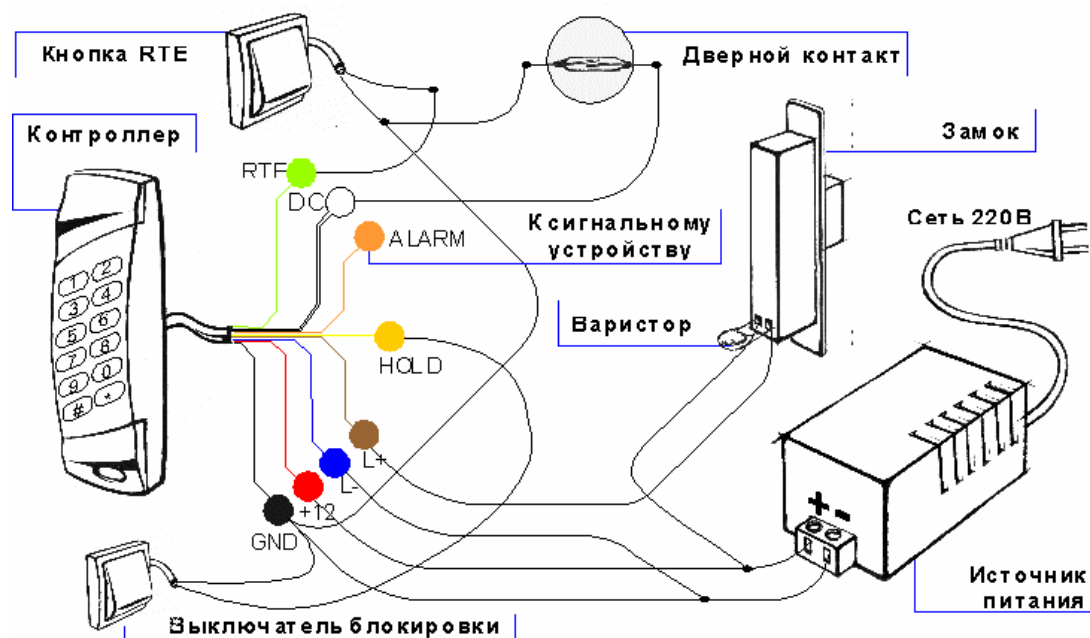

Рисунок 2. Подключение контроллера в заводской конфигурации.
- Электрозамок или электрозашелка, отпираемые напряжением. Подключаются в соответствии со схемой (рисунок 2).
- Сигнальное устройство. Подключается в соответствии со схемой (рисунок 2).
Для использования дополнительного охранного датчика, его необходимо подключить в соответствии со схемой, приведенной на рисунке 3. Если необходимо, на датчик следует подать питание от того же источника, от которого питается контроллер. Если питание датчика осуществляется от отдельного источника, то необходимо объединить земли (общий провод) обоих источников питания. Остальные элементы системы подключаются в соответствии с приведенными выше указаниями (рисунок 2).